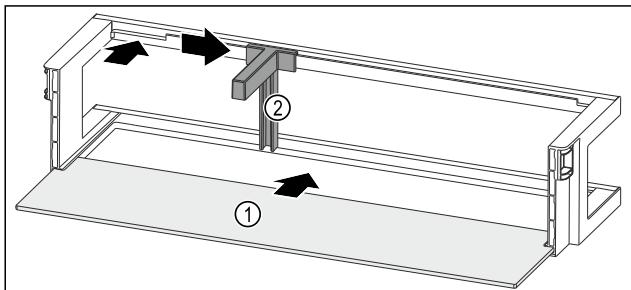

Fig. 98 Vratna polica z odlagalno polico
- Odlagalno polico Fig. 98 (1) vstavite v stranske utore.
- Vstavite držalo za steklenice Fig. 98 (2) v odprtino.
- Držalo za steklenice Fig. 98 (2) potisnite na stran do železega položaja.